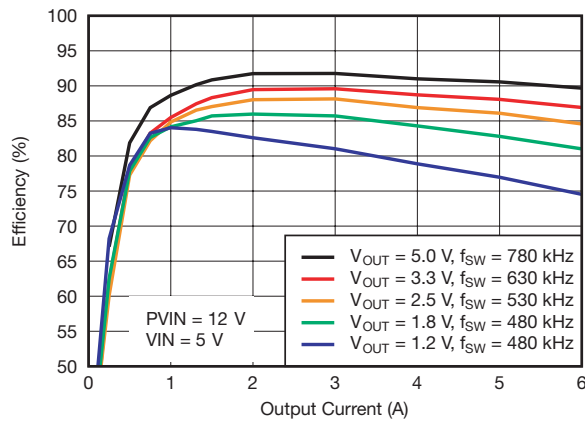
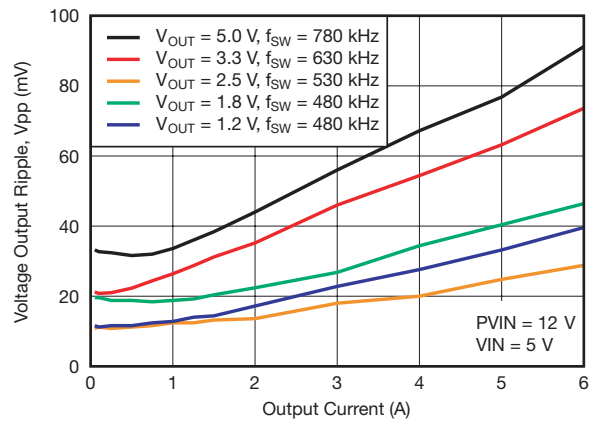
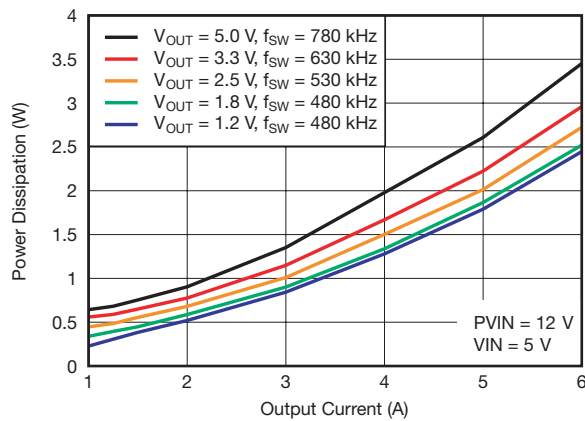

図 11. 効率 対 出力電流
図 12. 電圧リップル 対 出力電流
図 13. 消費電力 対 出力電流
- (1) 電気的特性データは、25°Cでテストした実際の製品から求めたものです。このデータは、コンバータの代表的なデータと考えられます。図11、図12、および図13に対して適用されます。